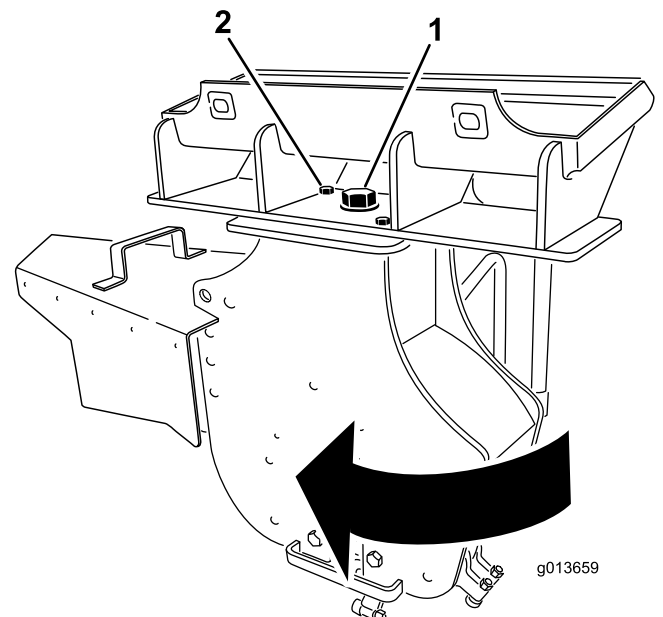

Bild 13
4. Entfernen Sie die vordere Schraube und Mutter, die die Fräse befestigen (Bild 13).
5. Drehen Sie die Fräse um 30 Grad nach rechts (Bild 13).
6. Ziehen Sie die große Schraube oben an der Fräse mit 406 N·m an, wie in Bild 13 abgebildet.
7. Setzen Sie die Schraube und die Mutter in das vordere Loch ein und ziehen sie mit 101 N·m an, wie in Bild 13 abgebildet.
13. Lockern Sie die große Schraube an der Oberseite der Fräse (Bild 13).
14. Entfernen Sie die vordere Schraube und Mutter, die die Fräse befestigen (Bild 13).
15. Drehen Sie die Fräse um 30 Grad nach links (Bild 13).
16. Ziehen Sie die große Schraube oben an der Fräse mit 406 N·m an, wie in Bild 13 abgebildet.
17. Setzen Sie die Schraube und die Mutter in das vordere Loch ein und ziehen sie mit 101 N·m an, wie in Bild 13 abgebildet.